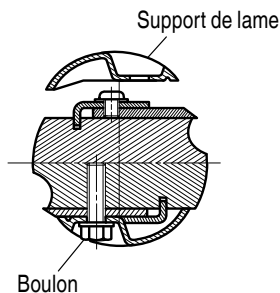

Fig. 31
- (2) Placer le support de lame sur l'outil une fois monté, comme indiqué à la Fig. 31 et le fixer avec les trois boulons. S'assurer que les boulons sont bien serrés à fond.